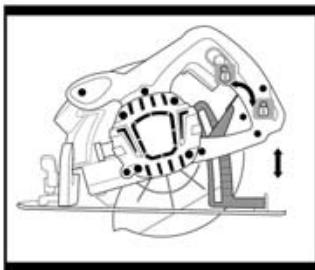

Fig. 2
3. REGLAGE DE LA PROFONDEUR DE COUPE (Fig. 2)